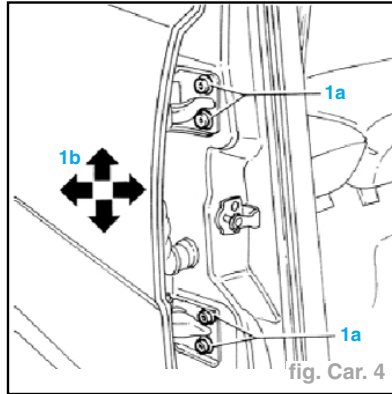

fig. Car. 4
- Desserrer les vis (1a) de fixation des charnières de la porte, puis régler la position de la porte en jouant sur les boutonniers de réglage des vis afin de l'aligner parfaitement sur la carrosserie ; les flèches (1b) indiquent les jeux de réglage autorisés (fig. Car. 4).